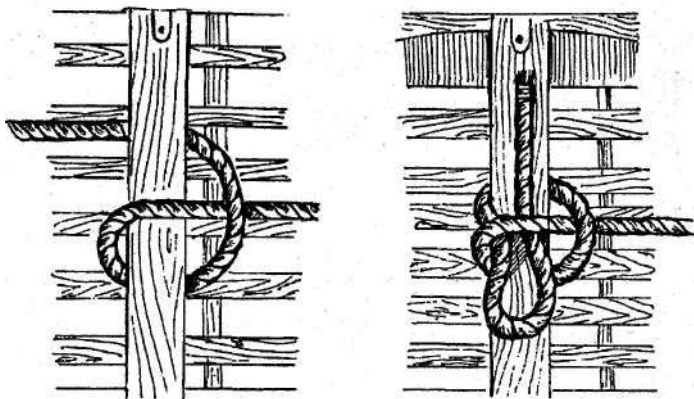

Рис. 114. Шлюпочный узел
**Шлюпочный узел** — один из вариантов шлага с петлей. Он применяется для привязывания буксировочного конца на шлюпках, лодках и катерах. Шлюпочный узел рис. 114 отличается от шлага с петлей тем, что после шлага вокруг банки ходовой конец проводится над коренным концом и опять выполняет шлаг — только в противоположном направлении. Не закончив этот шлаг, ходовой конец, сложенный в полупетлю, пропускается под коренной.